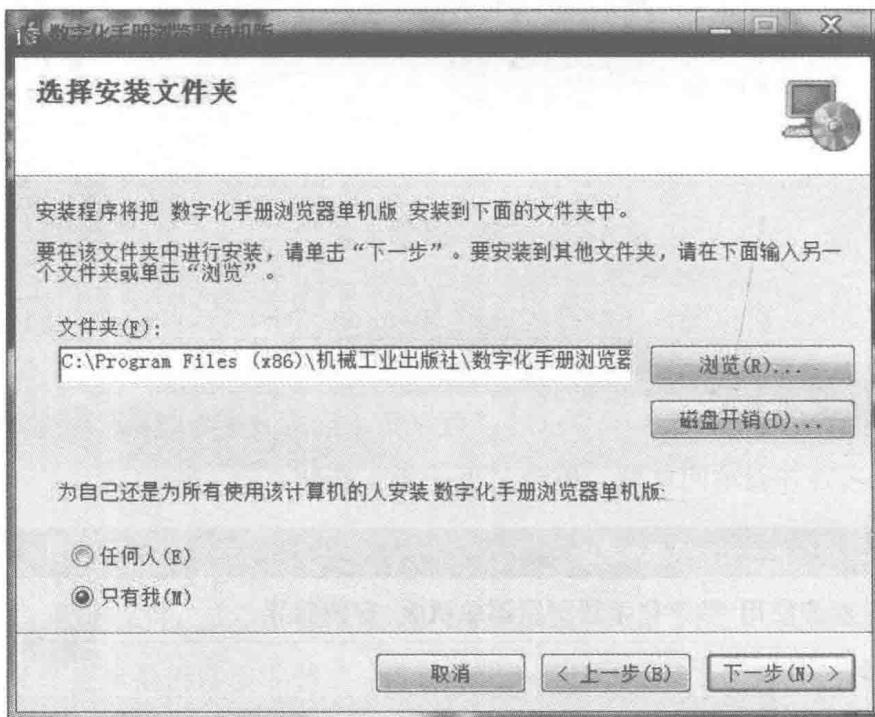

图 1-5 “选择安装文件夹”窗口
5) 进入图 1-5 所示的“选择安装文件夹”窗口。系统推荐的安装目录是“C:\Program Files(x86)\机械工业出版社\数字化手册浏览器单机版”，如果同意安装在此目录下，单击“下一步”按钮。如果希望安装在其他的目录中，单击“浏览”按